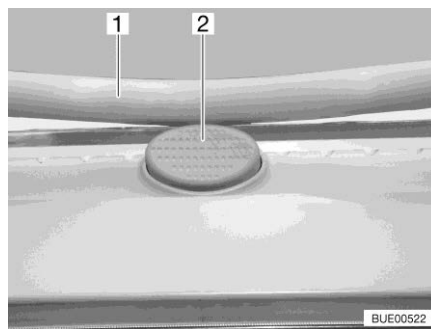

Fig. 111 Bouton de sécurité (lanterneau Heki)
- Appuyer sur le bouton de sécurité (Fig. 111,2) et tirer l'étrier (Fig. 111,1) vers le bas avec les deux mains.
- Pousser l'étrier vers le haut avec les deux mains jusqu'à ce que ce dernier se trouve au-dessus du bouton de sécurité (Fig. 111,2).